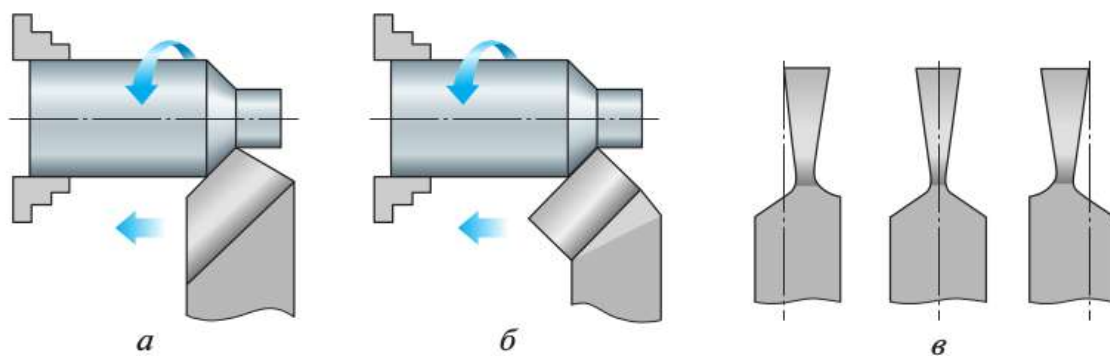

Рис. 5.17. Форма головок резцов: *а* — прямая; *б* — отогнутая; *в* — оттянутая
2. По форме и расположению головки относительно стержня (тела) резца: прямые, отогнутые и с оттянутой головкой (рис. 5.17).